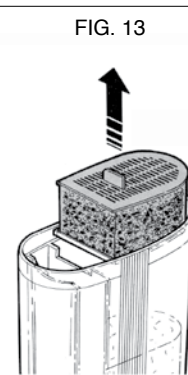

FIG. 13
**CHEMICAL- ADSORBENT CARTRIDGE** (carbon and zeolite) (fig. 13):
**CARTOUCHE CHIMIQUE-ADSORBANT** (Charbon et zéolithe) (fig. 13): Elle est scellée d'origine, donc non rechargeable. Afin d'assurer une utilisation optimale elle doit être remplacée tous les mois. Demander la cartouche de rechange à votre revendeur.